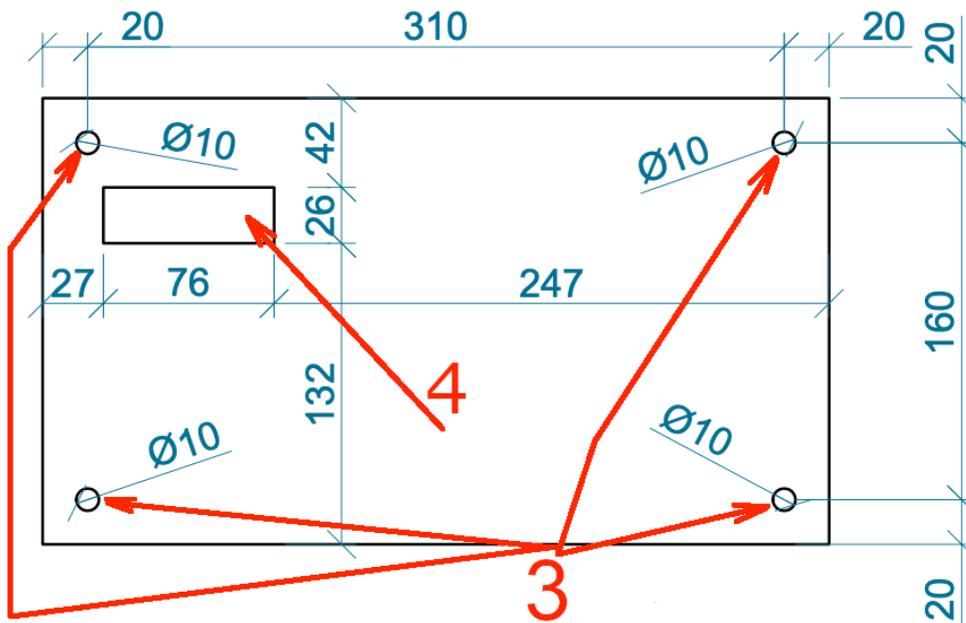

Abbildung 2
2. Bereiten Sie die Fläche für die Installation gemäß der Zeichnung in Abbildung 2 vor.